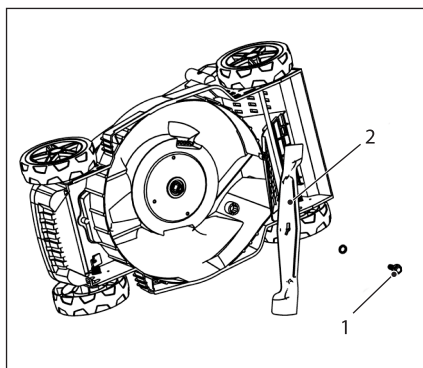

Рис. 7
5. Закрепите новый нож (2) болтом (1), подложив под него шайбу. Необходимо обратить внимание на то, чтобы нож был правильно ориентирован (рис. 7).